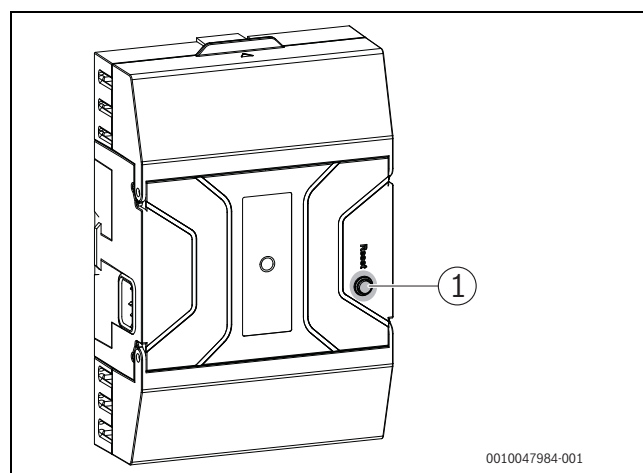

Bild 93 Störungen am Feuerungsautomat zurücksetzen
- Taste „Entstören“ am Feuerungsautomat drücken (→ Bild 93). Das Gerät geht wieder in Betrieb und die Standardanzeige erscheint im Display.